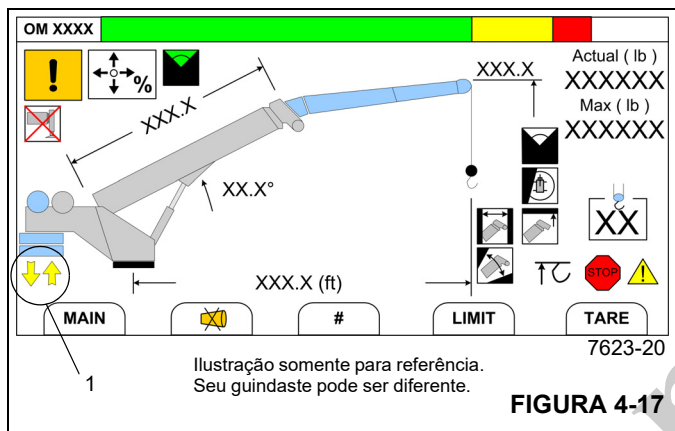

FIGURA 4-17
4. Coloque o monitor do console do operador na tela do Modo de operação RCL (Figura 4-17) (consulte Seção 7, *Limitador de capacidade nominal*).